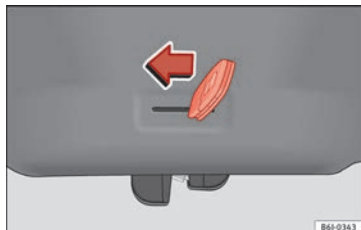
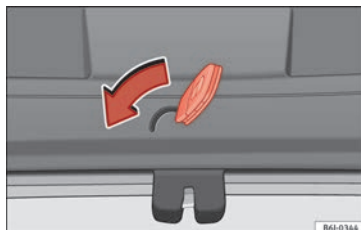

Abb. 167 IBIZA / IBIZA SC: Notentriegelung der Heckklappe
Abb. 168 IBIZA ST: Notentriegelung der Heckklappe
- Den Schlüsselbart in den Schlitz stecken und das Verriegelungssystem entriegeln, indem der Schlüssel von rechts nach links in Richtung Pfeil bewegt wird »» **Abb. 167**, »» **Abb. 168**.